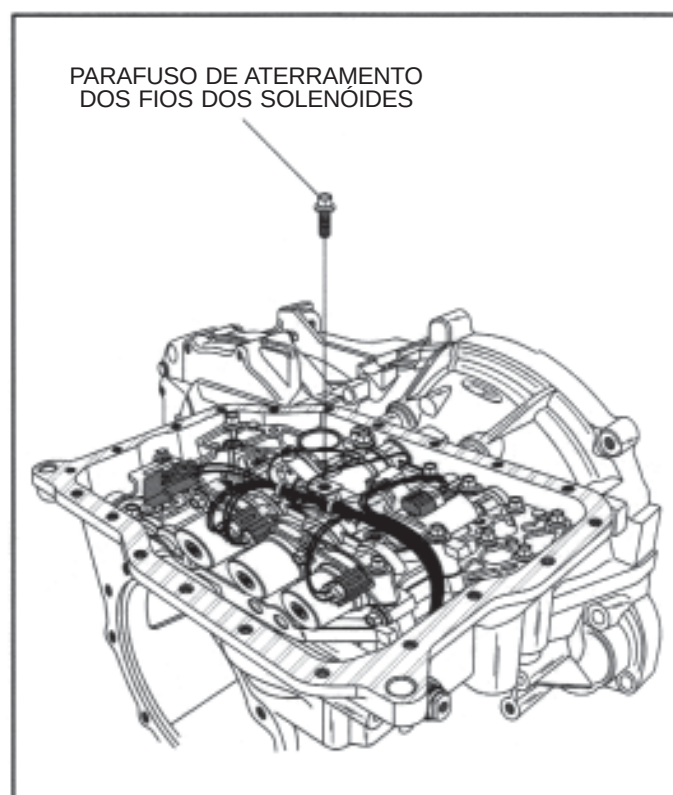

Figura 36
32. Remova do corpo de válvulas o parafuso de aterramento dos fios dos solenóides, conforme ilustrado na Figura 36.